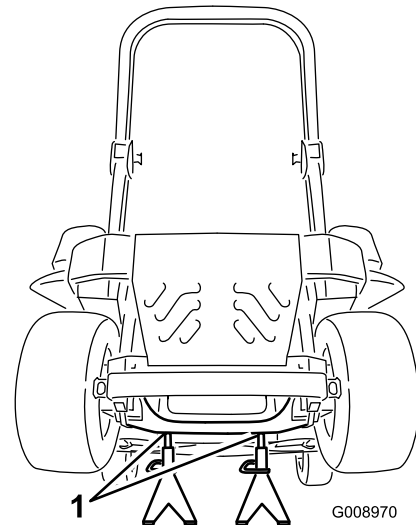

Figure 80
3. Soulevez la machine sur des chandelles (Figure 80).
9. Retirez les chandelles et abaissez la machine (Figure 80).